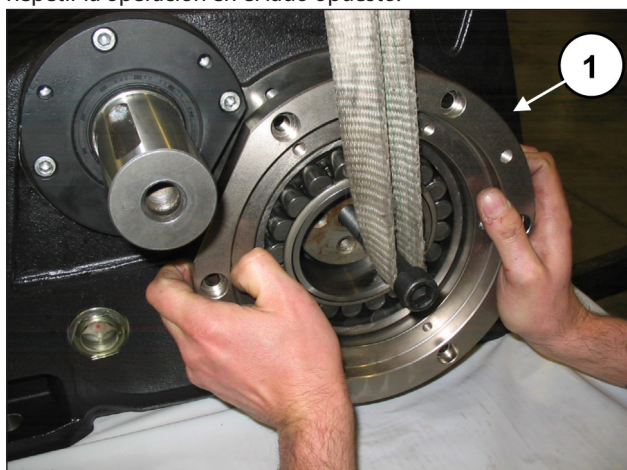
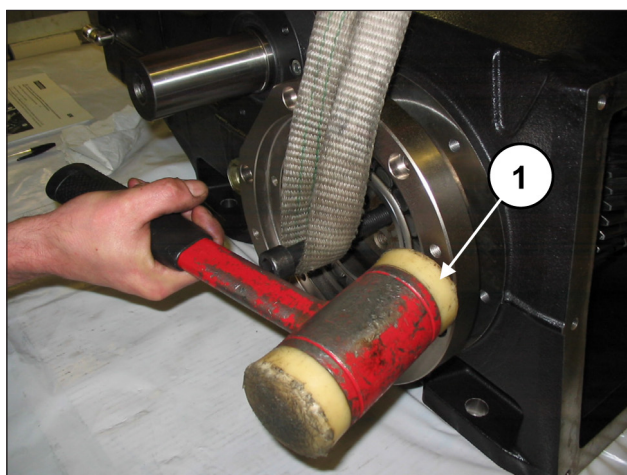

Fig. 72
Fig. 73
Aplicar los dos pernos roscados M16 en el extremo del eje acodado y, manteniéndolo levantado, (pos. ①, Fig. 72), introducir la tapa portacojinetes junto con la junta tórica (pos. ①, Fig. 73) utilizando la herramienta de percusión. Repetir la operación en el lado opuesto.